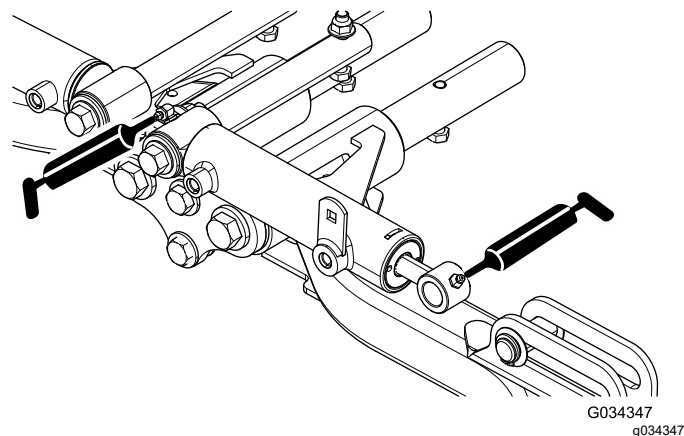

Рисунок 46
- Цилиндры поворота и подъема передних подъемных рычагов (3 шт.); см. Рисунок 46.